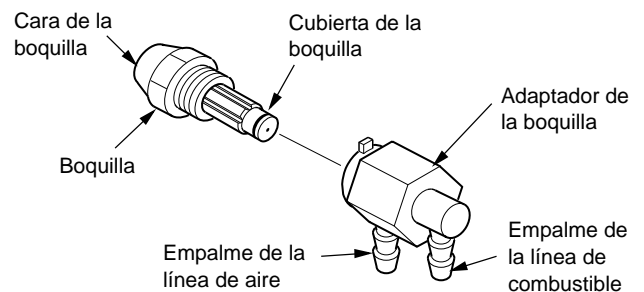

Figura 16 - Boquilla y adaptador de la boquilla
6. Desmonte cuidadosamente la boquilla del adaptador de la boquilla utilizando una llave tubular de 5/8 pulgadas (consulte la figura 16).
9. Vuelva a colocar la boquilla en el adaptador hasta que la boquilla se asiente. Apriete 1/3 de vuelta más usando una llave tubular de 5/8 pulgadas de 4,5 a 5,1 N-m (40 a 45 pulg-lb). Consulte la figura 16.